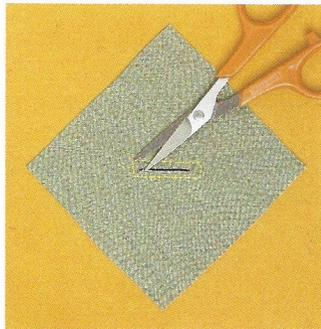

Abb. 7
- Das Knopfloch in der Mitte mit der Schere aufschneiden und gegen die vier Ecken hin diagonal einschneiden (Abb. 7).